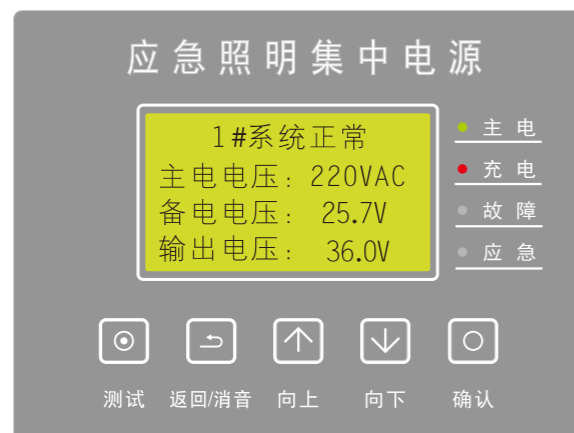

图7
(1)、系统正常：在主屏时，第一行显示设备当前地址与工作状态，下面显示各项电压参数。显示屏右侧状态指示灯显示当前设备状态，如图7所示。
(6)、系统应急：当AC220V主电电源停电后，设备进入应急状态，显示屏显示【N#系统应急】应急状态指示灯点亮(如图13)；当主电恢复后，系统自动恢复至正常状态，同事电池自动进行充电，如图7所示。